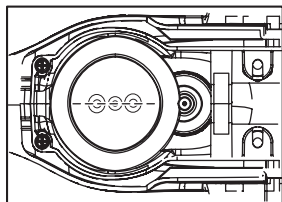

Рис. 1
- Отрегулируйте позицию отверстия поворачивая шестерню (Рис. 1).